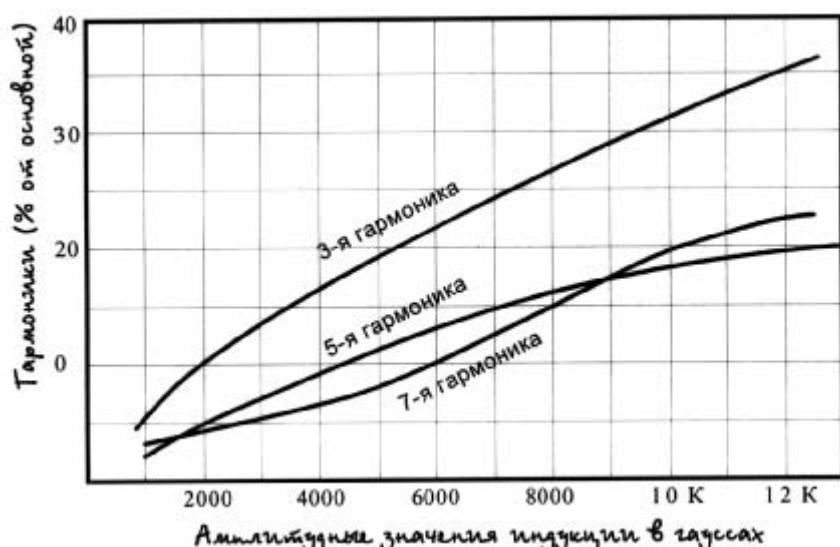

Рис.4 Искажения тока в зависимости от амплитудных значений B_{peak}
На Рис.4 искажения отображены в зависимости от амплитудных значений B_{peak} . Partridge называл эти искажения «внутренними», присущими данному ОТ, типу железа и индукции B. Он также показал, что эти измерения подтверждают теорию для нагруженного трансформатора, когда сопротивление R_L пересчитывается в первичку (см. Рис.2). Активная составляющая искаже-
Возьмем теперь обычный двухтактный (PP) усилитель, подобный тому, на котором Partridge демонстрировал свои результаты. Скажем на выходе стоят 2xKT66 пентоды с внутренним сопротивлением каждого 25 кОм (подобные нашим 6П3С-Е). Тогда $2R_p=50$ кОм, а сопротивление между анодами примем равным $R_0=5$ кОм, при этом пусть $2\pi f L_p=20$ кОм ($f=50$ Гц). Тогда, при $B_{peak}=3000$ Гаусс по Рис.4 определим, что искажения по току равны 14%, а по напряжению: $(14\%) \times 4,5 \text{ кОм} / 20 \text{ кОм} = 3,2\%$ в отсутствие обратной связи. Преимущество триодов перед пентодами вытекает непосредственно из формул Partridg'a. Скажем, применяются триоды WE300B с тем